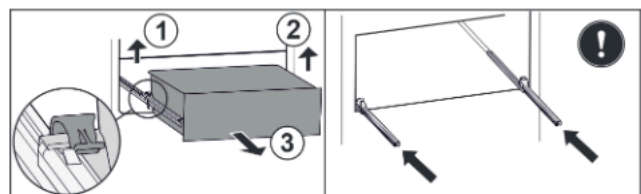

Fig. 46 *
- ▶ Sollevare il morsetto a sinistra e contemporaneamente tirare in avanti il cassetto a sinistra Fig. 46 (1).*
- ▶ Sollevare il morsetto a destra e contemporaneamente tirare in avanti il cassetto a destra Fig. 46 (2).*
- ▶ Rimuove il cassetto tirandolo in avanti Fig. 46 (3).*